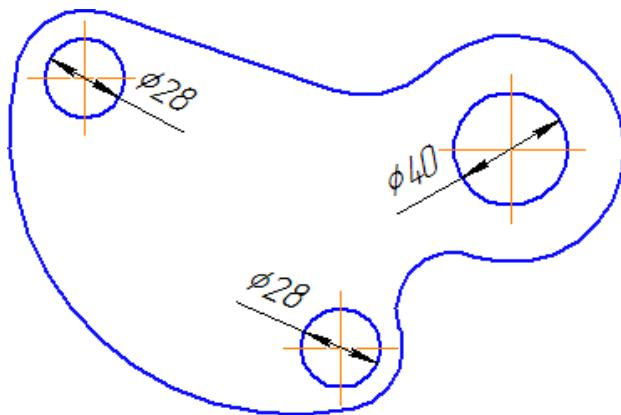

Рисунок 14.
- Постройте три окружности с размерами, показанными на рисунке. Центры окружностей укажите с помощью привязки Ближайшая точка в центрах соответствующих дуг , (рис. 14).